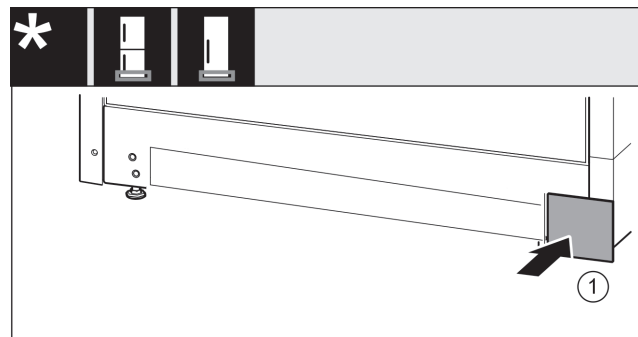

Fig. 23
- Riapplicare la copertura Fig. 23 (1) sull'altro lato.